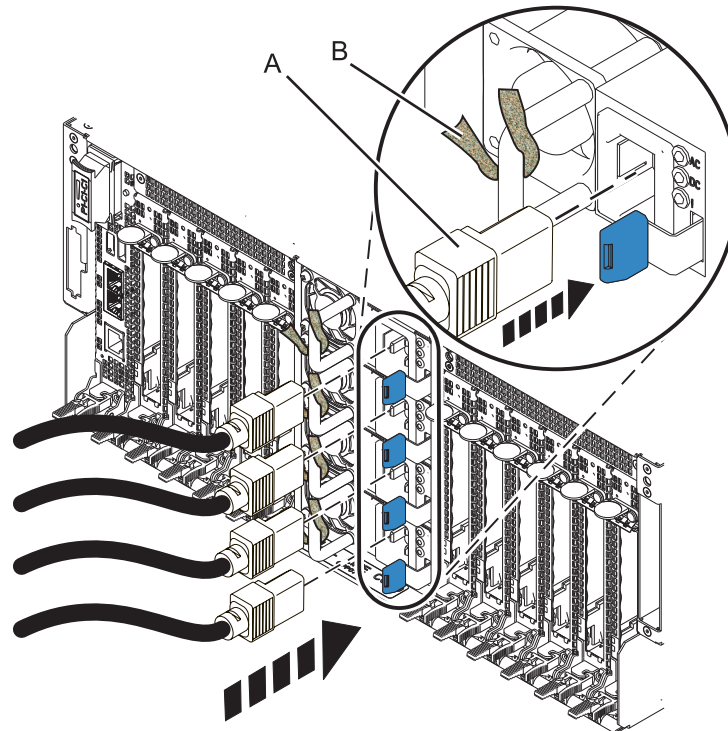

Figura 32. Enchufe de los cables de alimentación y fijación de los cables con velcro
6. Enchufe los cables de alimentación a las fuentes de alimentación (A). Consulte la Figura 32 en la página 41.
8. Fije los cables con bridas o pasadores (B), como se muestra en la Figura 32 en la página 41.